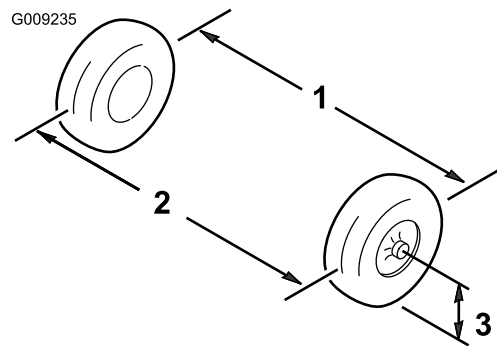

図 53
1. 前輪の前と後ろで、左右のタイヤの中央線間距離を測る計測はアクスルの高さで行う (図 53)。